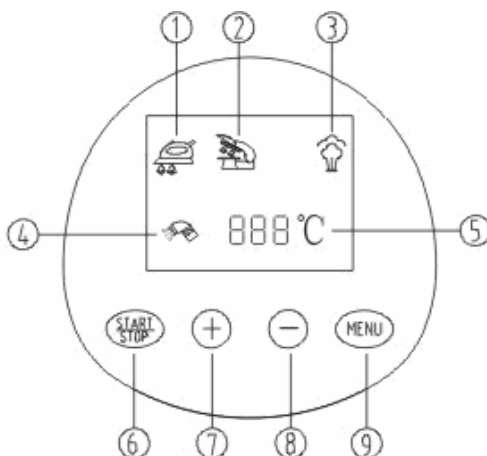

Imagen 5
- d.) Ponga la temperatura según el material que va a planchar. Cada vez que usted pulse la tecla plus (+) subira la temperatura 10°C. Cada vez que pulse la tecla de menos (-) la temperatura bajara unos 10°C (véase Imagen 5).